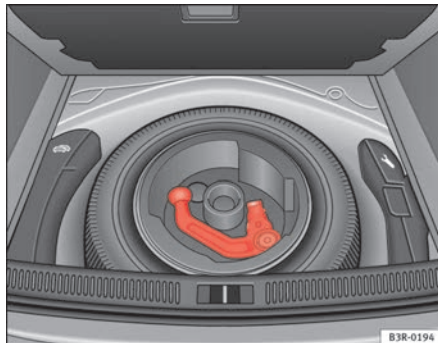

Abb. 148 Gepäckraum:
- Bei Fahrzeugen mit Reserverad ⇒ **Abb. 148**.